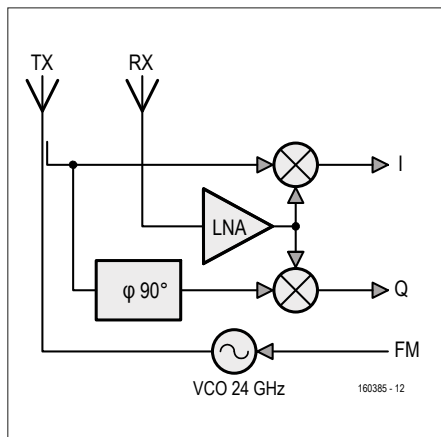

Figure 1. Toute cette circuiterie est contenue dans le module émetteur-récepteur radar Doppler K-LC5 de 25,4 × 25,4 × 6 mm.
La **figure 1** montre le schéma de principe du module radar choisi pour mes expérimentations. Le signal émis est produit par un oscillateur commandé en tension (VCO) qui fonctionne dans la gamme de 24,050 à 24,250 GHz. On peut utiliser l'entrée FM de la tension d'accord pour moduler la fréquence du VCO. Nous avons réalisé ici un radar Doppler simple
Supposons que la fréquence du signal transmis (TX) soit de 24,1 GHz et que ce signal s'introduise inévitablement dans le mélangeur du récepteur comme un signal LO (notez la ligne presque connectée de la **figure 1**). Imaginez que le signal réfléchi par un objet quelconque — notre cible —, reçu par l'antenne réceptrice et introduit dans le port RF du mélangeur (RX), soit à 24,100001 GHz, c.-à-d. 1 kHz au-dessus de la fréquence TX. Comme le mélangeur produit en sortie la somme et la différence des fréquences LO et RF, il y aura un signal sinusoïdal de fréquence 1 kHz (la différence) et un signal de fréquence 48,200001 GHz (la somme). Il y aura aussi bien sûr des interférences, du bruit et autres harmoniques, mais ils seront soit supprimés, soit négligeables. Si nous introduisons la valeur de 1 kHz dans l'équation ci-dessus, avec $f_0 = 24,1 \text{ GHz}$ et $c = 3 \times 10^8 \text{ m/s}$, la vitesse de l'objet est de 6,2 m/s ou 22,4 km/h.
Le module radar de la figure 1 a deux mélangeurs, avec deux sorties marquées « I » et « Q ». Ce sont les composantes du signal dites en phase (« I ») et en quadrature (« Q »). Les chemins des signaux « I » et « Q » sont identiques, à l'exception d'un déphaseur de 90° dans la branche « Q ». De la phase relative entre « I » et « Q », il est possible de déterminer si RX était au-dessus ou en dessous de LO.